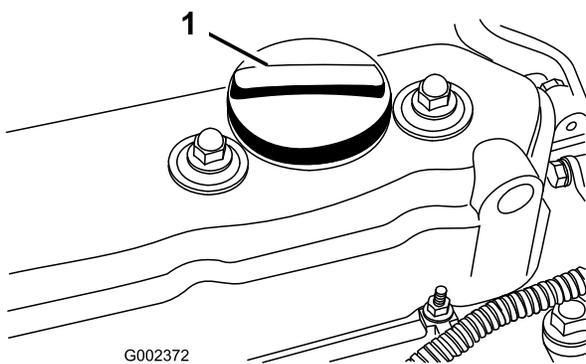

Figura 16
3. Se o nível de óleo estiver baixo, retire o tampão de enchimento e adicione óleo suficiente (Figura 16) para elevar o nível de óleo até à marca Full, existente na vareta.